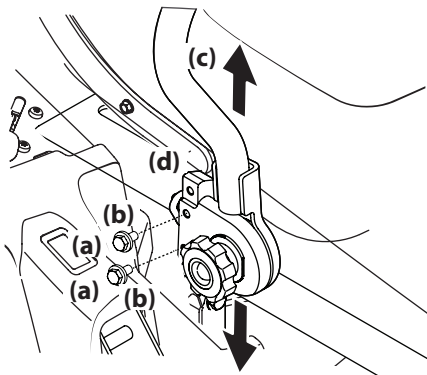

Figura 4-5
1. Retire los tornillos hexagonales (a) y las arandelas planas (b) asegurando la palanca de control de la transmisión (c) en el conjunto del brazo inferior (d). Consulte la Figura 4-5.